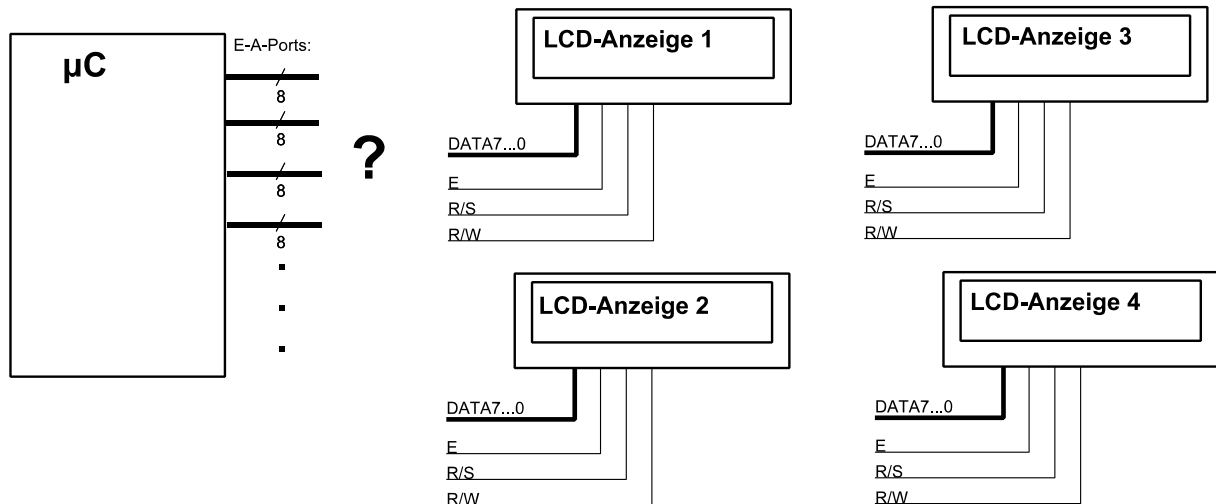

Abb. 2
3. An einen Mikrocontroller sind vier LCD-Anzeigen mit 8-Bit-Schnittstelle anzuschließen (Abb. 2). Hierzu ist ein Bussystem zu entwerfen. Es soll einerseits mit möglichst wenigen Leitungen, andererseits aber möglichst ohne Zusatzhardware auskommen. Skizzieren Sie eine entsprechende Lösung. Elektrische Fragen (Leitungslänge usw.) sollen keine Rolle spielen.